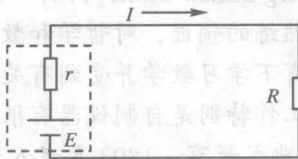

图 1.11
例 1.5 图 1.11 所示电路中,已知电源电动势 $E = 220\text{V}$, 电源内阻 $r = 10\Omega$, 负载电阻 $R = 100\Omega$ 。求: (1) 电路电流; (2) 电源端电压; (3) 负载上的电压; (4) 电源内阻上的电压。